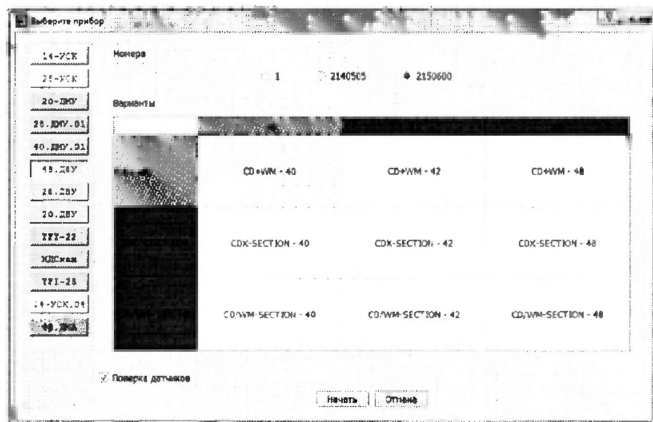

Рисунок 22 – Окно выбора дефектоскопа
8.4.3.8 Откроется окно «Выберите прибор». Галочка в поле «Поверка датчиков» должна отсутствовать. В этом окне необходимо выбрать исполнение, типоразмер и заводской номер дефектоскопа и нажмите кнопку «Начать» (Рисунок 22).